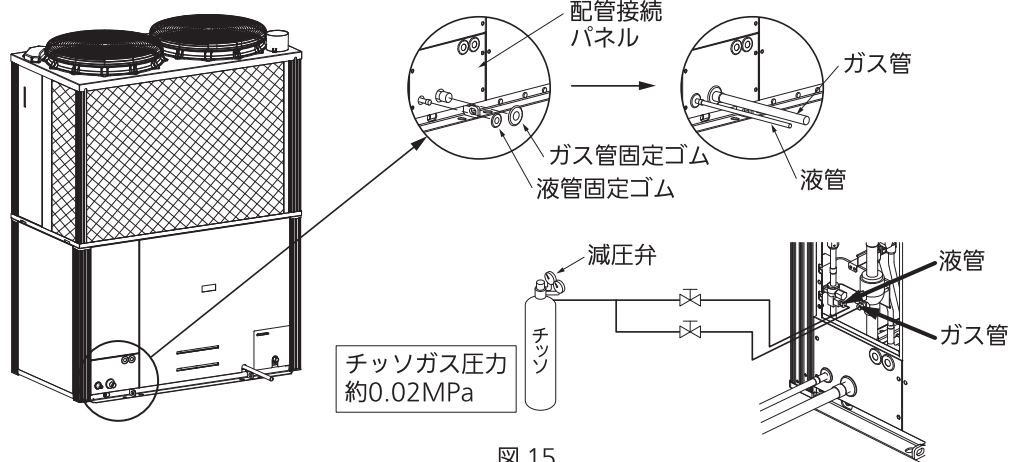

図 15
- 配管接続パネルからガス管、液管の固定ゴムを取りはずす。(図 15)
- ガス管、液管の固定ゴムを元通りに復元する。(図 15)